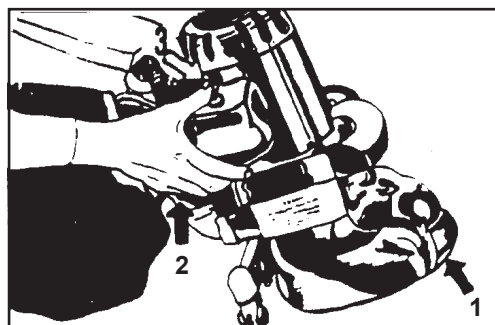

Figure 7
5. Inclinez la machine en arrière de manière à ce que le disque abrasif ne soit pas en contact avec le sol. Référez-vous (1) à la Figure 7. Tenez les deux poignées. Référez-vous (2) à la Figure 7.
6. Mettez l'interrupteur de Marche/Arrêt en position "ON". Référez-vous (3) à la Figure 7.